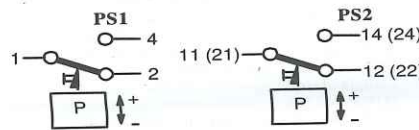

Fig. 6a
- Reset Manuale (esterno): premere il pulsante di reset (1) come da fig. 6a.